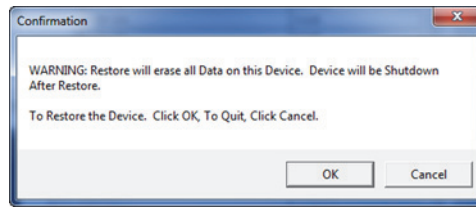

図 6-35 復元の開始を確認するための確認ダイアログボックス
5. **Confirmation**（確認）ダイアログボックスが開いたら（338 ページの図 6-35 参照）、**OK** をクリックして復元プロセスを開始します。